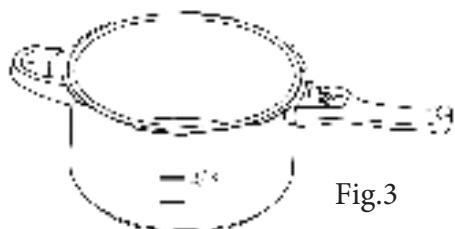

Fig.3
- Mai puțin de 1/4 din înălțimea recipientului pentru gătirea alimentelor care se extind în volum, cum ar fi orezul, fasolea etc. (Fig. 3).